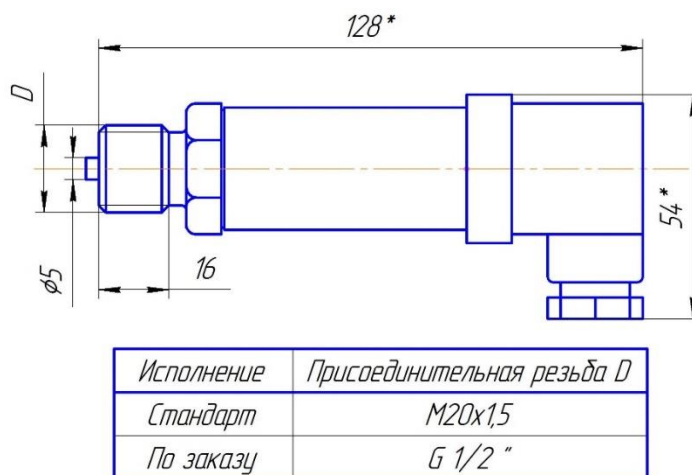

Рисунок 2 - Габаритные и присоединительные размеры датчика ДДМТ-03Т-ДИ
1.4.2 Общий вид датчика показан на рис.2.